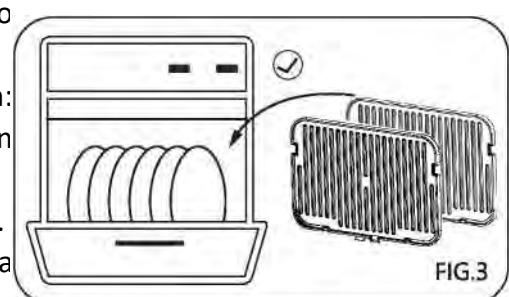

FIG.3
3.Cuando haya retirado la placa, puede lavarla con agua caliente con jabón.(FIG.3)